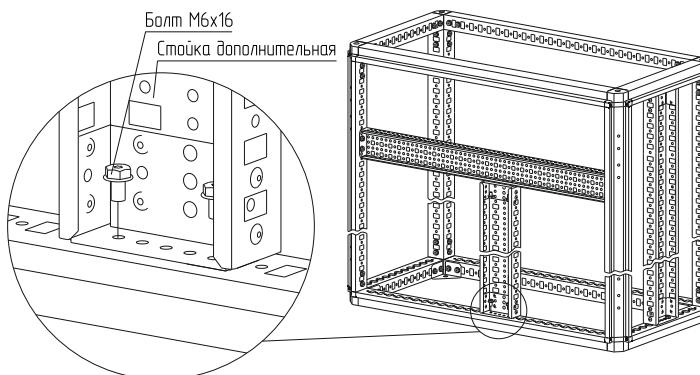

Рисунок 36
4.19.4 Установите стойку дополнительную на соответствующую ширину или глубину каркаса и закрепите болтами M6×16 (рисунок 36). Момент затяжки – 7 Н·м.